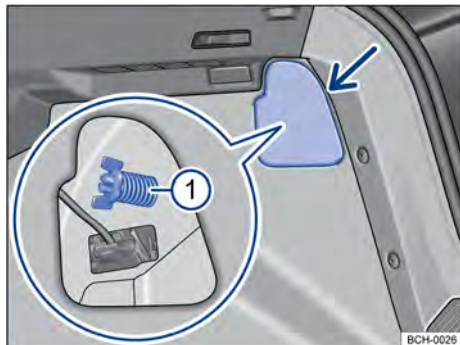

Fig. 162 No compartimento de bagagem: desinstalar cobertura e retirar o parafuso borboleta  (lupa).
-  Para abrir a cobertura da lanterna, girar a trava → Fig. 162 (seta).
-  Segurar a lanterna traseira na posição de montagem com uma das mãos e aparafusar com a outra o parafuso borboleta → Fig. 162  1.